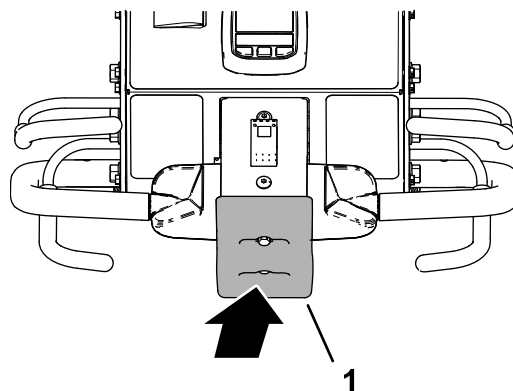

Figura 85
**Importante:** Per arrestare immediatamente la macchina premete l'interruttore di arresto per presenza di dossi (Figura 85).